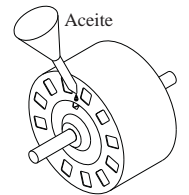

Fig. 8
- **Lubrique el motor.** El motor del ventilador debe ser lubricado usando unas gotas de un aceite no detergente de densidad 20/30 una vez al año. Las aberturas para aceite están situadas en cada lado del motor (fig. 8). Motores que no tengan una abertura para aceite son lubricados en la fábrica de por vida y no requieren nunca ninguna lubricación.